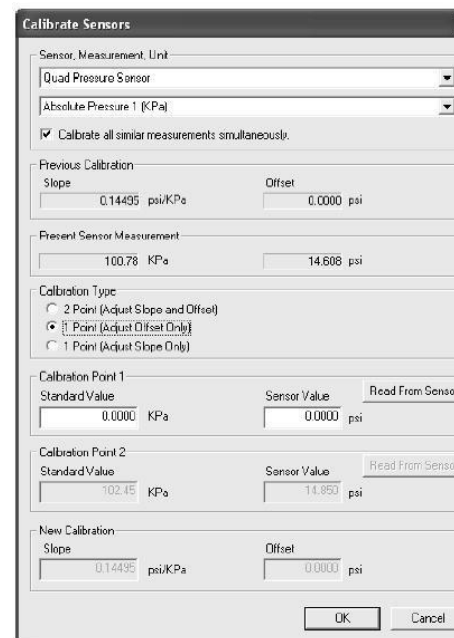

Figura 3. Ventana de calibración.
2. Haga click en el botón **Calibrate Sensors** para abrir la ventana de calibración (ver Figura 3).